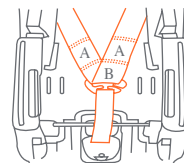

Fig. 31-2
8. Vuelva a ensamblar los tirantes del arnés en la placa reguladora del cinturón. Primero se debe volver a ensamblar el tirante izquierdo del arnés en la placa reguladora del cinturón y luego el tirante derecho del arnés (Fig. 31-2). Usted tiene dos posiciones del ajuste respecto al arnés. Utilice la posición A para un niño más pequeño, y coloque B para un niño más grande. Si usa la posición A, el lazo B debe estar encima de la placa del ajustador de la correa. (Fig. 31-3)